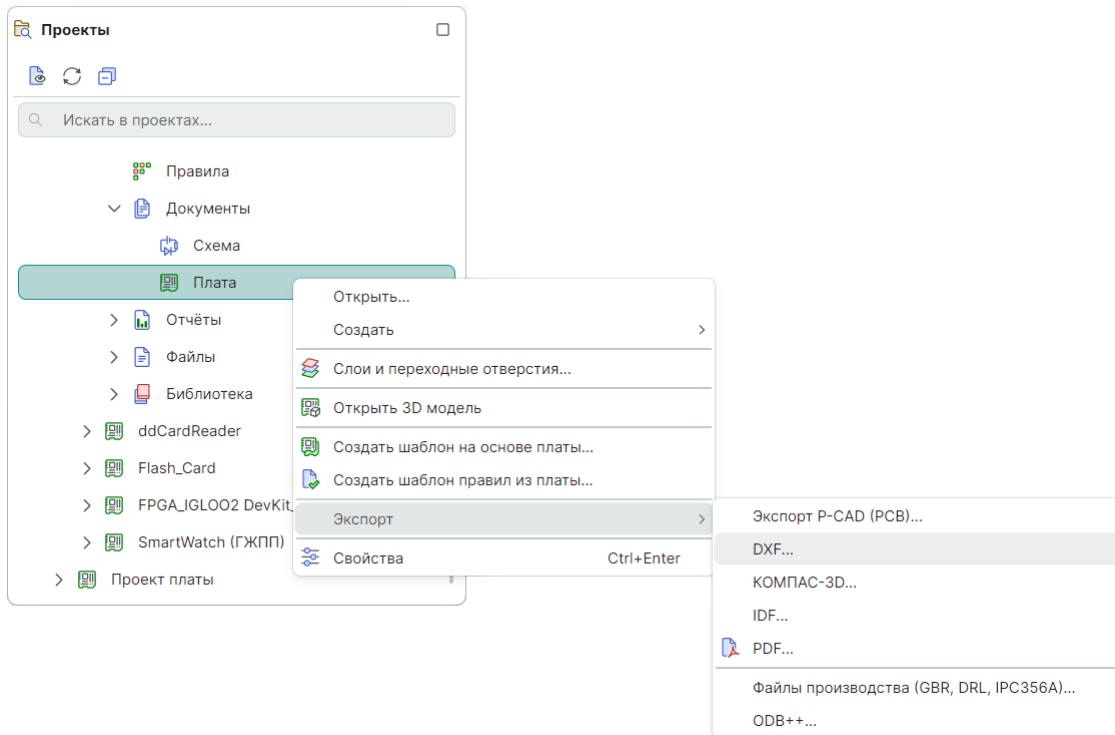

Рис. 19 Вызов экспорта из контекстного меню платы проекта
2. Вызовите контекстное меню для узла платы проекта и выберите «Экспорт» → «DXF...», см. Рис. 19.